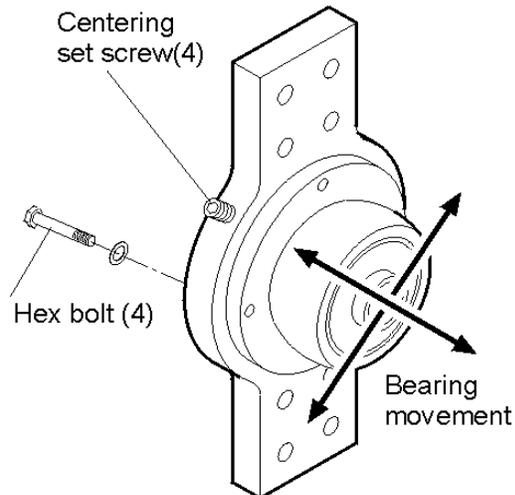

FIGURE 12 - CENTRAGE DES PALIERS
9. Centrez les paliers dans les supports de palier, comme indiqué à la Figure 12